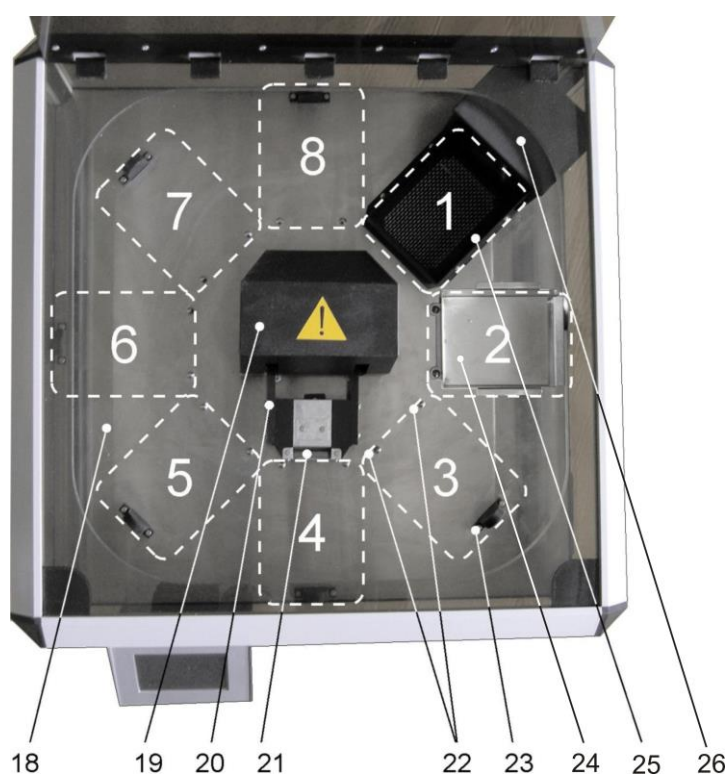

Рисунок 3. Рабочая камера автомата (вид сверху). Белыми пунктирными линиями и белыми цифрами обозначены рабочие зоны станций № 1-8.
В рабочей камере автомата (рисунок 3) имеется стол из нержавеющей стали (18) и манипулятор (19,20,21) для перемещения штативов. На столе расположены восемь станций: